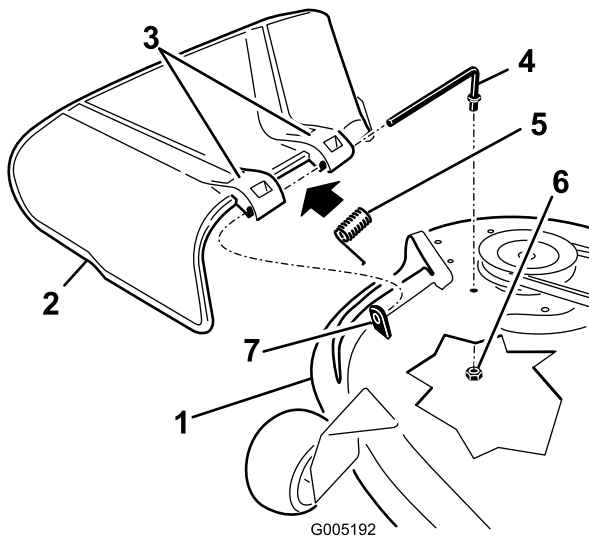

Figura 67
1. Localice los elementos mostrados en la Figura 67.
2. Retire la tuerca (3/8 pulg.) de la varilla (debajo del cortacésped) (Figura 67).
3. Retire la varilla del espaciador corto, del muelle y del deflector de hierba (Figura 67). Retire el deflector de hierba dañado o desgastado.
4. Vuelva a colocar el deflector de hierba (Figura 67).
6. Coloque el muelle sobre la varilla, con los extremos de los alambres hacia abajo, y entre los soportes del deflector de hierba. Deslice la varilla por el segundo soporte del deflector de hierba (Figura 67).
7. Introduzca la varilla, en la parte delantera del deflector de hierba, por el espaciador corto de la carcasa. Fije el extremo trasero de la varilla en el cortacésped con una tuerca (3/8 pulg.) (Figura 67).